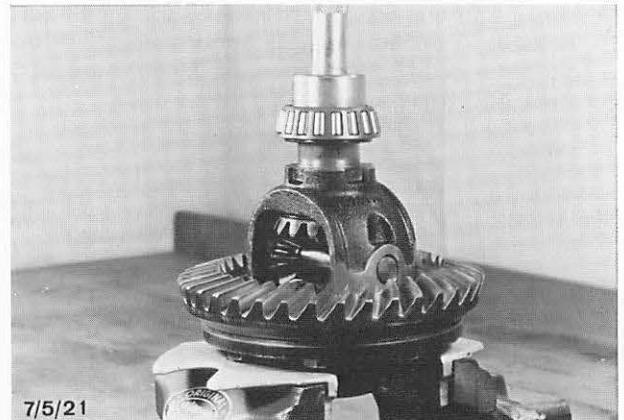

Abb. 78 Kegelrollenlager mit Werkzeug 15-031 aufpressen
30. Kegelrollenlager ohne Scheiben zuerst auf die Tellerrad-Rückseite des Ausgleichgetriebegehäuses pressen. Aufpreßdorn 15-025 verwenden. Gehäuse – Ausgleichgetriebe auf den Schraubstock legen (Alubacken verwenden) und zweites Kegelrollenlager aufpressen. Abb. 78.